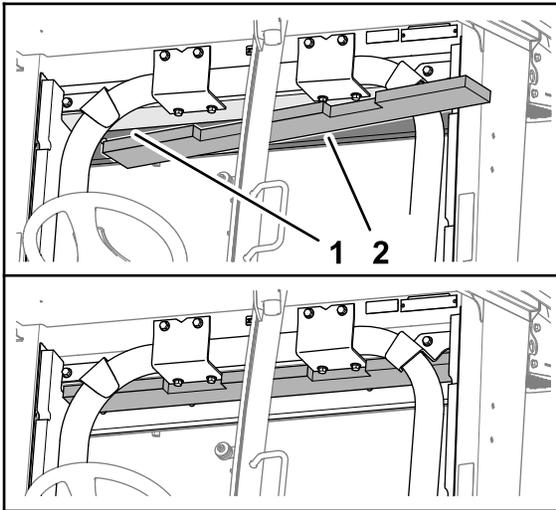

Bild 31
3. Entfernen Sie die Trägerfolie und bringen Sie die obere Dämmung der Decke an den Halterungen des Überrollschutzes an (**Bild 31**).